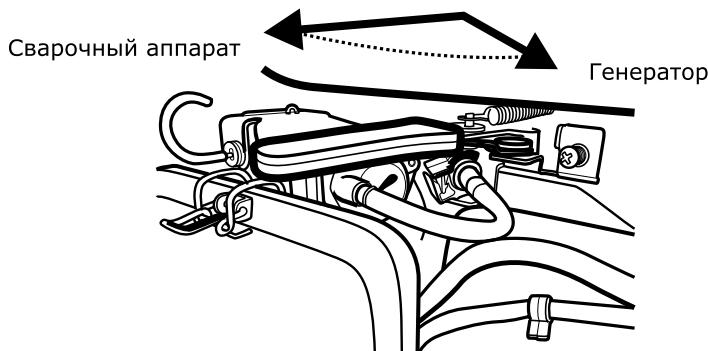

Рис. 22
**ВНИМАНИЕ! Для увеличения срока службы сварочного генератора рекомендуется запуск двигателя производить в режиме генератора. На рис. 22 указан переключатель режимов.**
**ВНИМАНИЕ! Одновременное использование генераторной установки для выработки переменного тока и постоянного тока для сварочных работ ЗАПРЕЩЕНО! Для выбора режимов работы предусмотрен переключатель, расположенный рядом с воздушным фильтром (рис. 22).**
Переведите переключатель режимов в положение «Сварочный аппарат» (рис. 22, стр. 36).